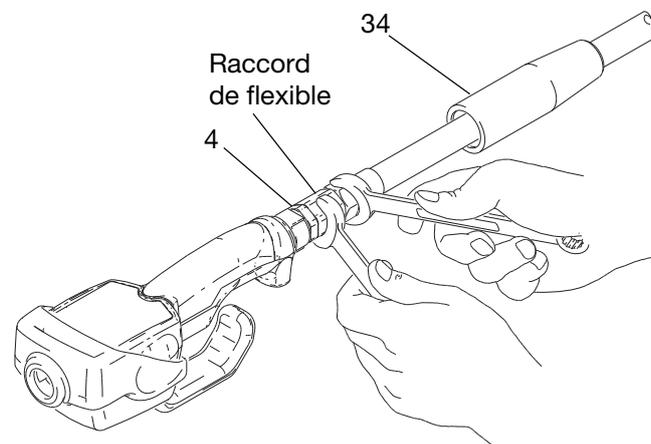

FIG. 5
2. Faites glisser le couvercle du raccord tournant (34) sur le flexible, petite extrémité d'abord, avant de brancher le raccord du flexible au raccord tournant (4) (FIG. 5).
4. Vissez le raccord du flexible sur le raccord tournant (4) et serrez fermement (FIG. 5).